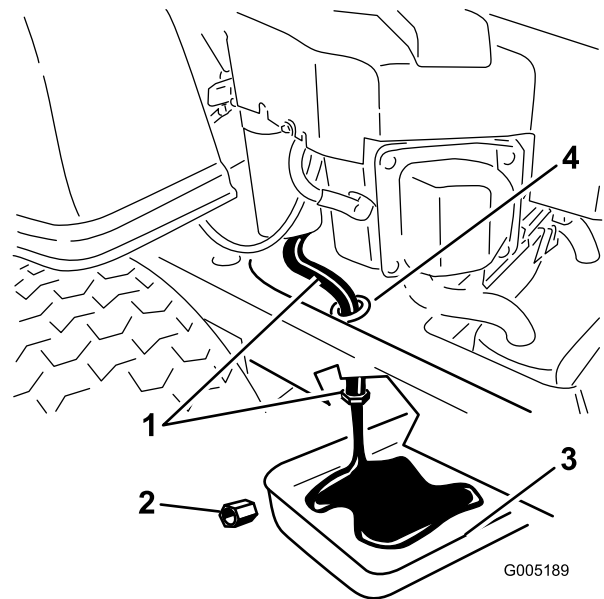

Bild 27
5. Finden Sie den Ölablassschlauch links am Motor. Die Ablassschraube ist am Ablassschlauch befestigt, der durch ein Ablassloch im Maschinenrahmen verlegt ist (Bild 27). Reinigen Sie den Bereich um die Ölablassschraube und den -schlauch.
6. Stellen Sie direkt unter den Ölablassschlauch eine Wanne unter die Maschine, wie in Bild 27 dargestellt.
7. Nehmen Sie die Ölablassschraube mit zwei Schraubenschlüsseln ab (halten Sie mit einem den Ölablassschlauch und lösen Sie mit dem anderen die Schraube) (Bild 27).
13. Wenn das Öl vollständig abgelaufen ist, setzen Sie die Ölablassschraube wieder ein. Ziehen Sie die Schraube mit 14 Nm an. Wischen Sie überflüssiges Öl ab (Bild 27).